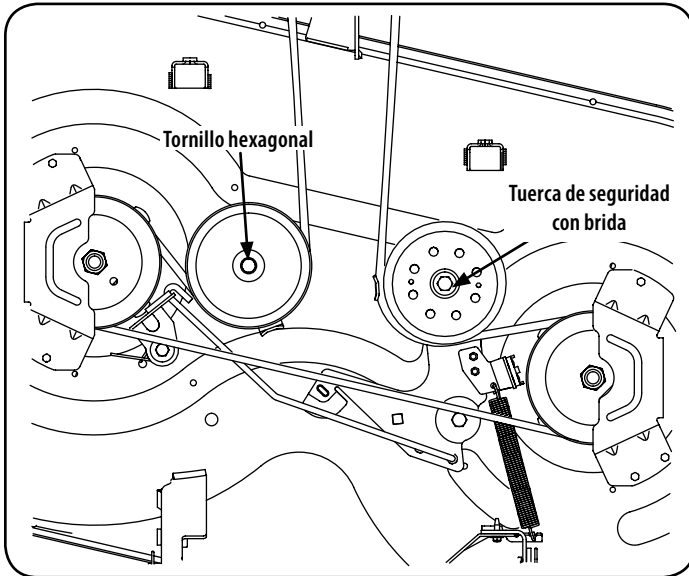
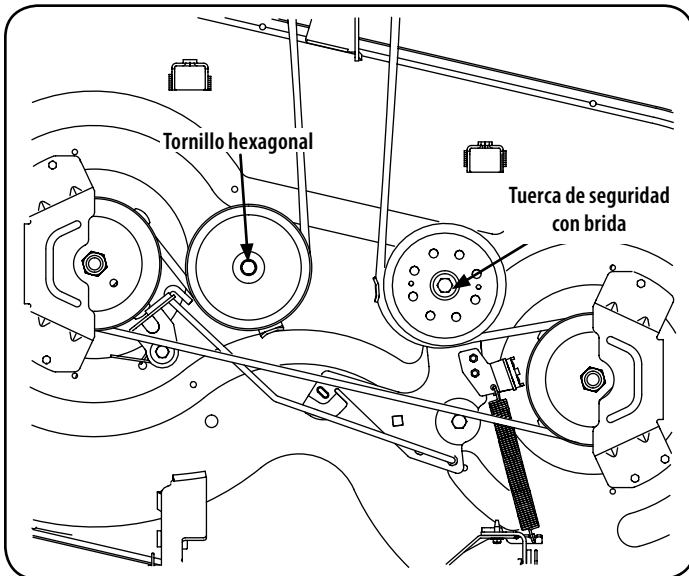
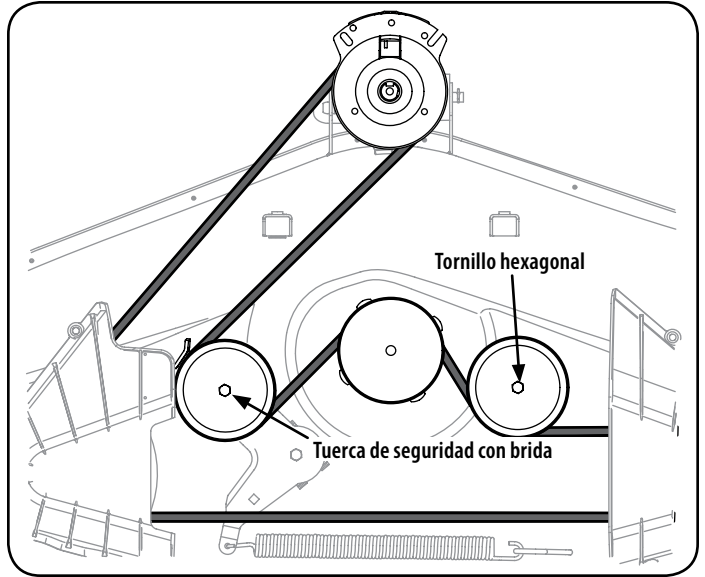

Figura 34
Figura 35
Figura 36
2. Afloje, pero no quite la tuerca de seguridad con brida de la polea tensora izquierda de 54" Las cubiertas y la polea loca adecuado para 42" y 46" de skate. Vea la Figura 34 para 42" Cubiertas, Figura 35 para 46" Las cubiertas y la Figura 36 para 54" Cubiertas